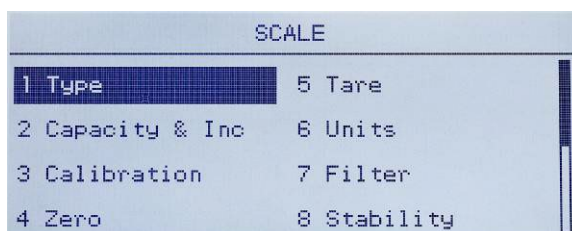

Figura 3-29: Menu configurazione bilancia, prima pagina
2. Con l'evidenziazione su Bilancia (Scale), premere INVIO o premere il tasto 1 sul tastierino numerico per utilizzare il metodo a scelta rapida. La Figura 3-29 mostra la prima selezione di rami secondari della bilancia.